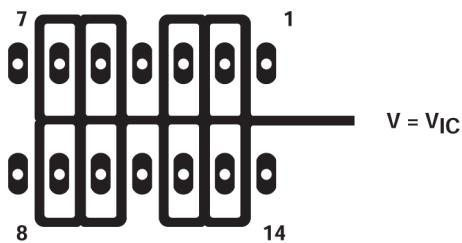

図 6-4. デバイス入力周辺の絶縁メタル (N パッケージ)
1. デバイスを他の潜在的なリーク源から絶縁します。デバイス入力の周囲と間に、接地されたシールドを使用します (図 6-4 を参照)。そうしなければ入力に流れ込む可能性のあるリーケージがシャントされます。
性があります。ベストプラクティスとして、入力の周囲にガードリングを含めます（「パラメータ測定情報」セクション図 6-4 のものと同様）。これらの保護は、同相入力と同じ電圧レベルで低インピーダンスのソースから駆動します（図 7-5 を参照）。